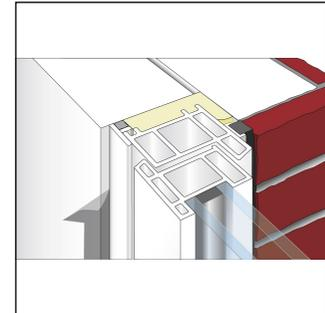

Bild2: Durch Abreißen der PP-Folie an der TR510 öffnet sich im Inneren die Folienkammer des komprimierten Dichtbandes.
- Durch das Abtrennen der überstehenden Folie (Bild 2) wird das eingebaute, komprimierte Dichtband aktiviert und die Folie mit gleichmäßigem Druck an den Anschluss gedrückt.